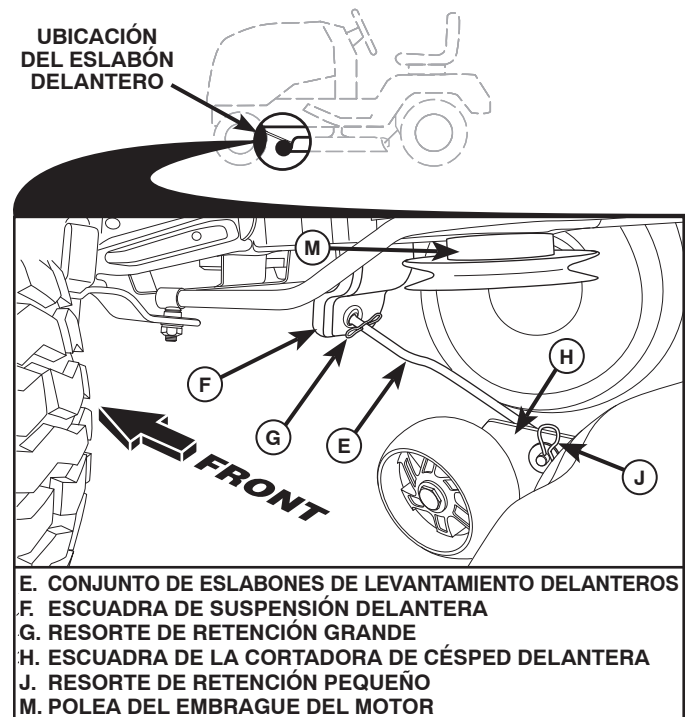

Fig. 14
## 8. INSTALE EL ESLABÓN DELANTERO (E) (Vea Fig. 14)
- Desde la parte delantera del tractor, inserte el extremo de varilla del eslabón delantero (E) a través del agujero de suspensión delantera del tractor (F).
- Muévase hasta el lado izquierdo de la cortadora e inserte un resorte de retención grande (G) a través del agujero del eslabón delantero (E) detrás de la escuadra de suspensión delantera (F).
- Inserte el otro extremo del eslabón (E) en el agujero de la escuadra derecha de la cortadora de césped (H) y asegure con una arandela y un resorte de retención pequeño (J).